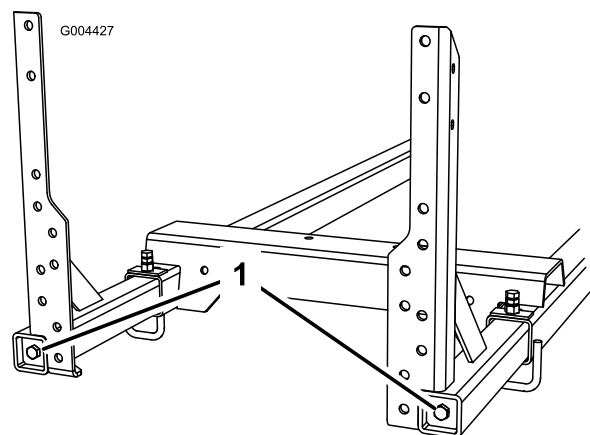

Figura 8
4. Aperte os parafusos da estrutura da rampa (Figura 8). Aperte os parafusos com uma força de 91 a 113 N m.